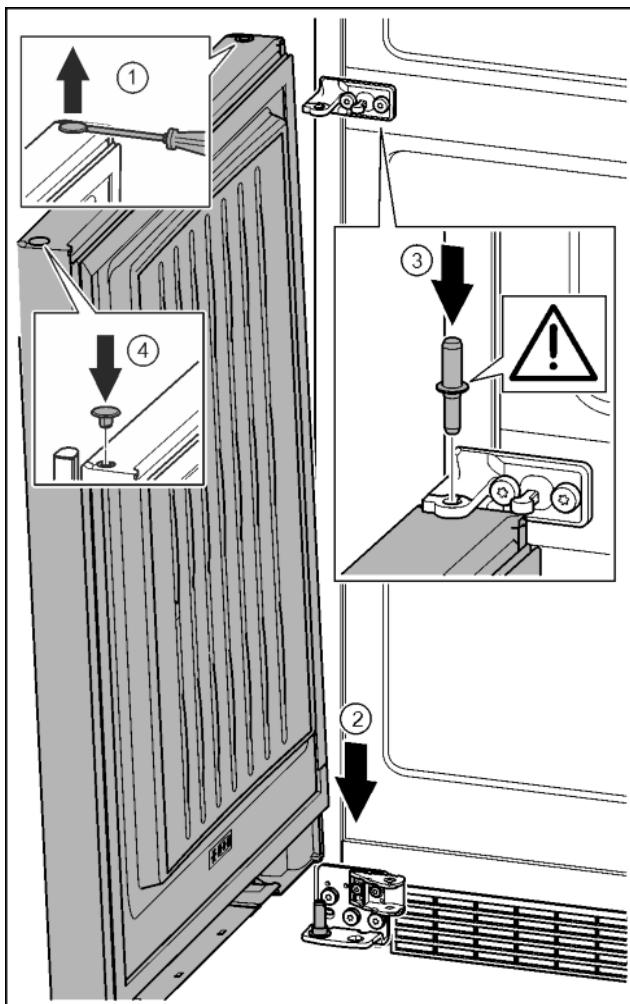

Fig. 38
- ▶ Zátku opatrně nadzvedněte plochým šroubovákem a vytáhněte. Fig. 38 (1)
- ▶ Dveře nasadte shora na dolní ložiskový čep. Fig. 38 (2)
- ▶ Prostřední ložiskový čep vložte do dolních dveří přes prostřední stojan ložiska. Přitom dávejte pozor, aby zajišťovací vačka směrovala dozadu. Fig. 38 (3)
- ▶ Zátku opět vložte na druhé straně dveří. Fig. 38 (4)